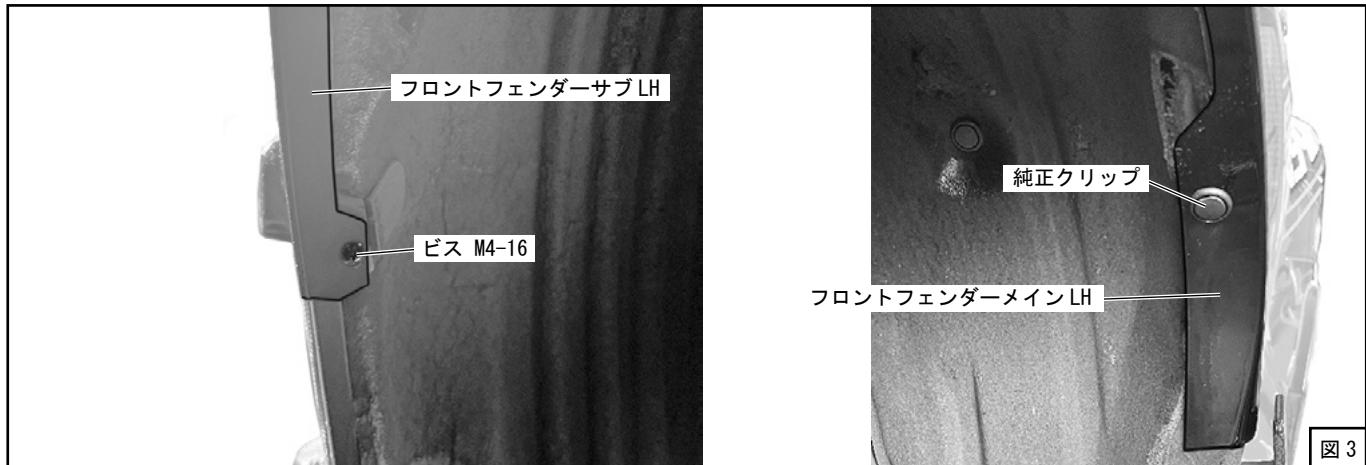

図 3
(4) フロントフェンダーメイン LH およびフロントフェンダーサブ LH を取付けてください。(図 3)